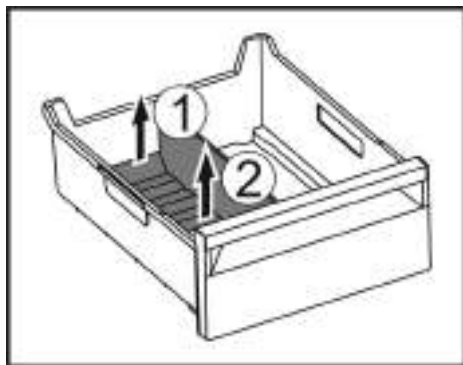

Fig. 213
- Приподнимите заднюю часть разделителя отделения для льда. Fig. 213 (1)
- Извлеките разделитель отделения для льда движением вверх. Fig. 213 (2)